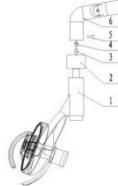

Рисунок 2
- b) Сборка операционного светильника (рисунок 2). Достаньте светильник из коробки, ослабьте болт на светильнике, соедините детали 3 и 4. Присоедините светильник к рычагу, вкрутите болт в отверстие 5 для фиксации светильника.